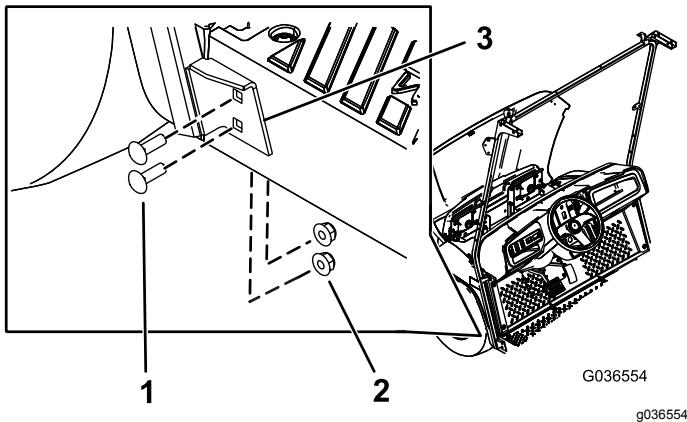

Bild 6
5. Befestigen Sie die untere Halterung der Windschutzscheibenstütze mit vier Schlossschrauben (5/16" x 1") und vier Bundmuttern (5/16") in den in Schritt 2 gebohrten Löchern an der linken Seite der Maschine (**Bild 6**).